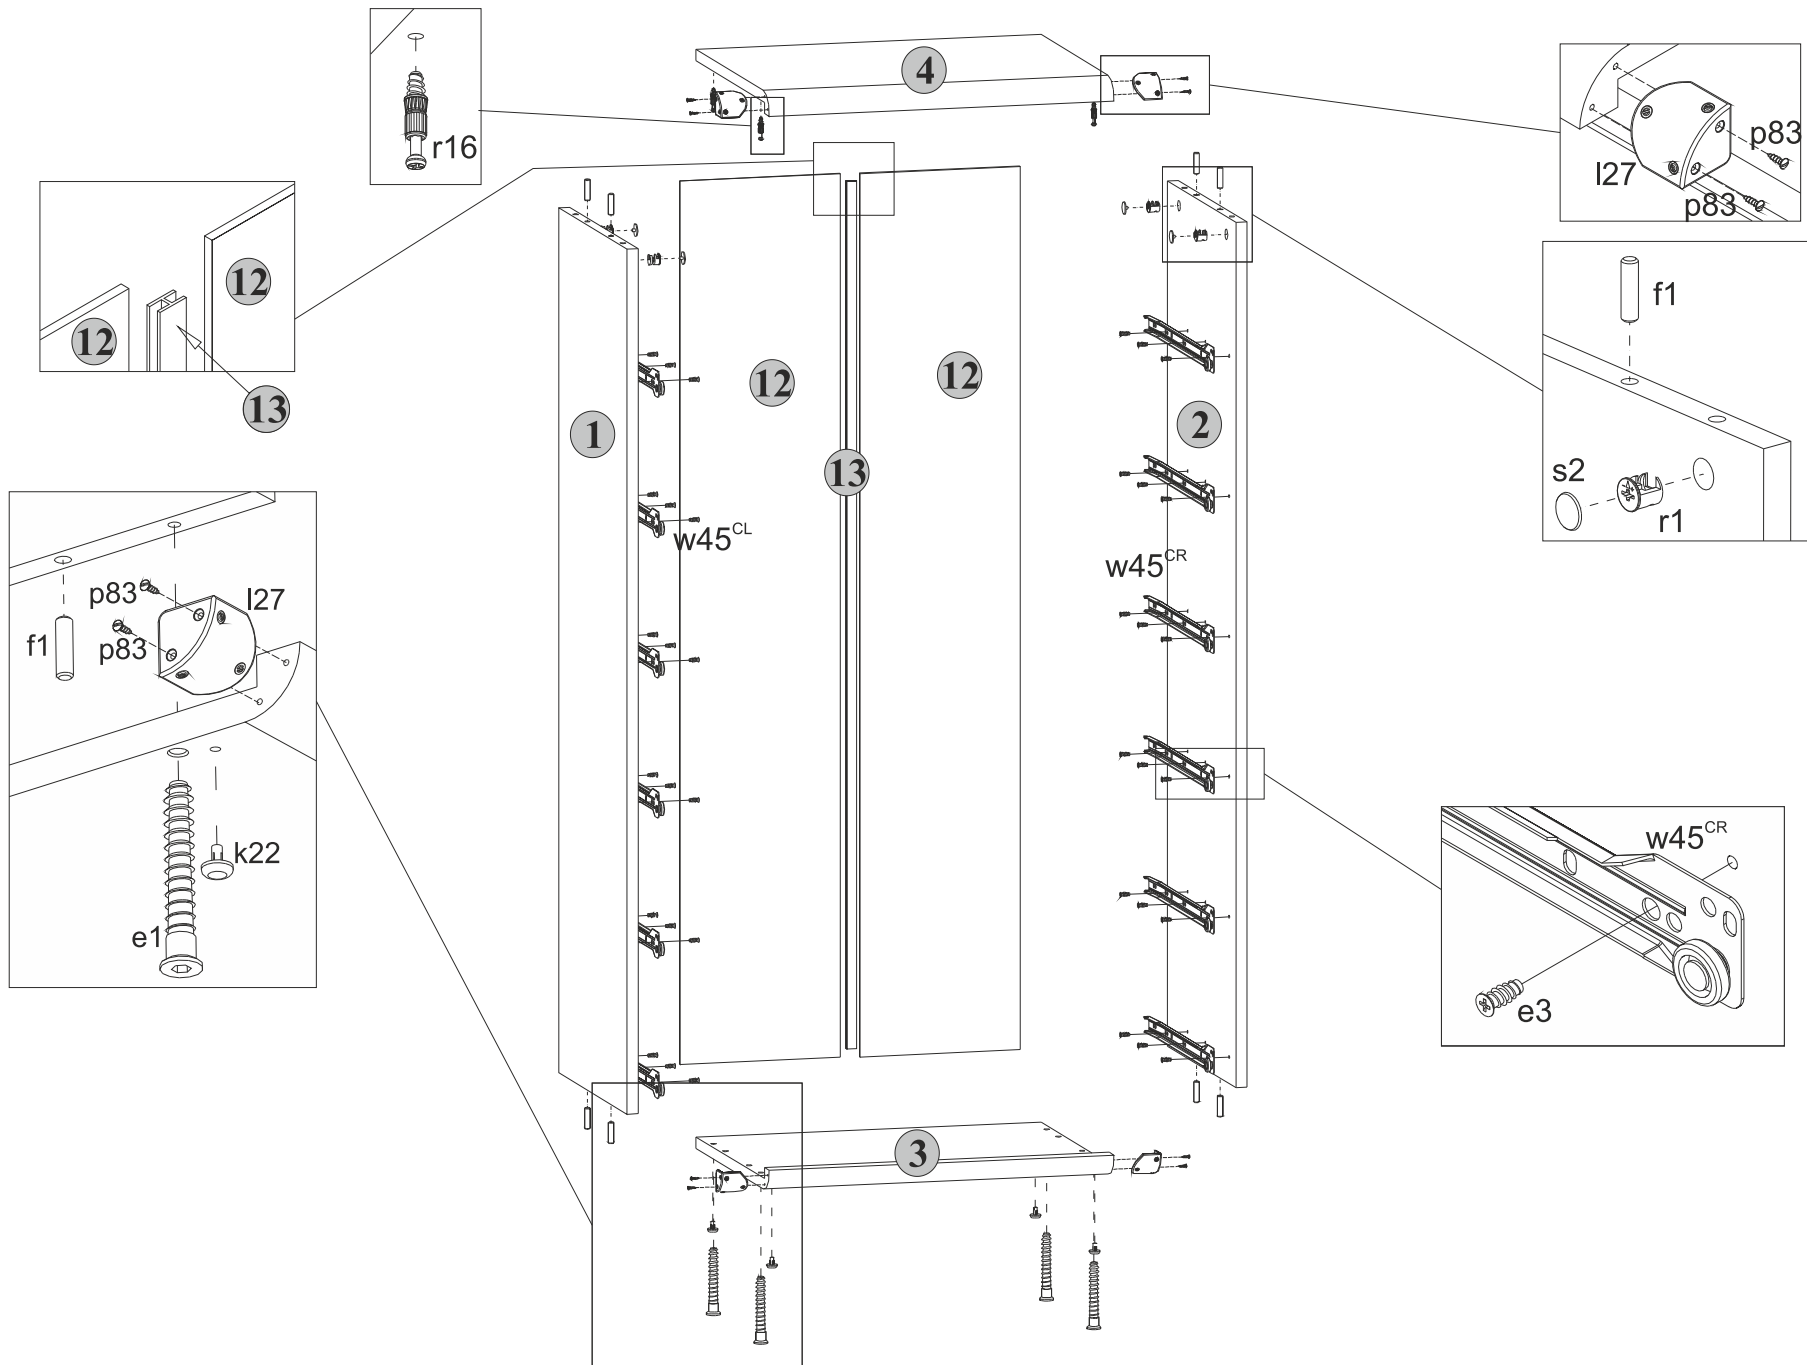

Рис. 2
5.4 На внутренних поверхностях стенок боковых **1** и **2** в отверстия диаметром **15 мм** вставить стяжки эксцентриковые **r1** (**см.рис. 2**).
5.5 В отверстия диаметром **5 мм** на нижней поверхности щита верхнего **4** вкрутить винты стяжки **r16**, пользуясь крестообразной отверткой (**см.рис. 2**).
5.6 В отверстия диаметром **4,5 мм** на нижней поверхности щита нижнего **3** вставить опоры полимерные **k22** (подпятники) (**см.рис. 2**).
5.8 К стенкам боковым **1** и **2** присоединить щит нижний **3** и стянуть еврошурупами **e1**, пользуясь специальным ключом **z1** из комплекта фурнитуры (**см.рис. 2**).
5.2 В отверстия диаметром **8 мм** на верхних и нижних кромках стенок боковых **1** и **2** вбить деревянные шканты **f1** (**см.рис. 2**).